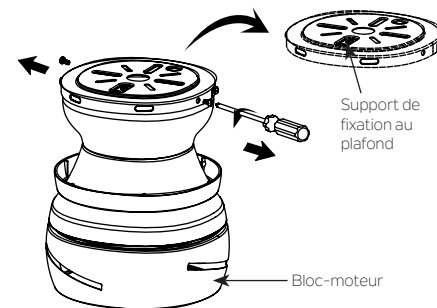

Fig. 4
Étape 1. Desserrez deux des quatre vis (une de chaque côté) du support de montage au plafond, et retirez les deux autres et conservez-les pour une utilisation ultérieure, puis libérez le support de montage de au plafond du bloc-moteur. (Fig. 4)